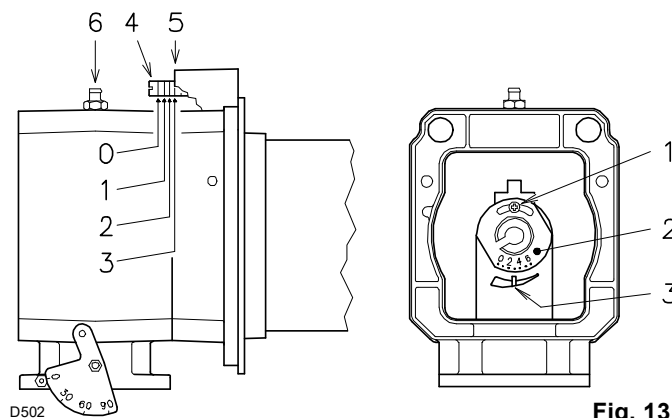
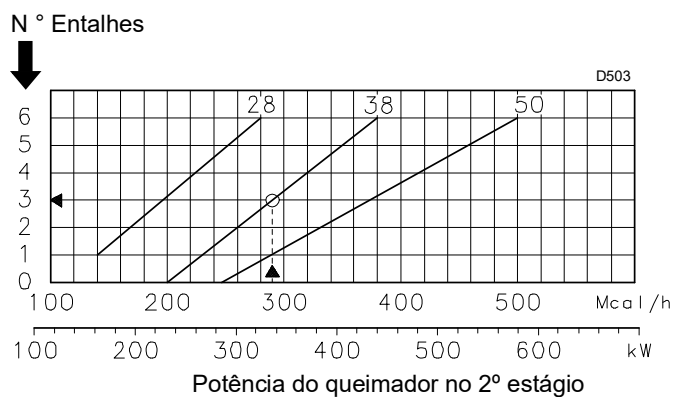

Fig. 13
Fig. 14
Procurar no gráfico (Fig. 14) a posição de regulação de o ar e o gás central.
- Rodar o parafuso 4)(Fig. 13) até que coincida a marca encontrada com o plano anterior 5) da flange.
Para facilitar a regulação, aliviar o parafuso 6)(Fig. 13), regular e depois bloquear.
- Aliviar o parafuso 1)(Fig. 13) e rodar o disco 2) até que coincida a marca encontrada com o índice 3).
No gráfico (Fig. 14), para esta potência o número de posição de regulação de ar e gás é a 3.
Disco do gás 2)(Fig. 13 na pág. 17) regulado como indicado no diagrama (Fig. 14 na pág. 17).